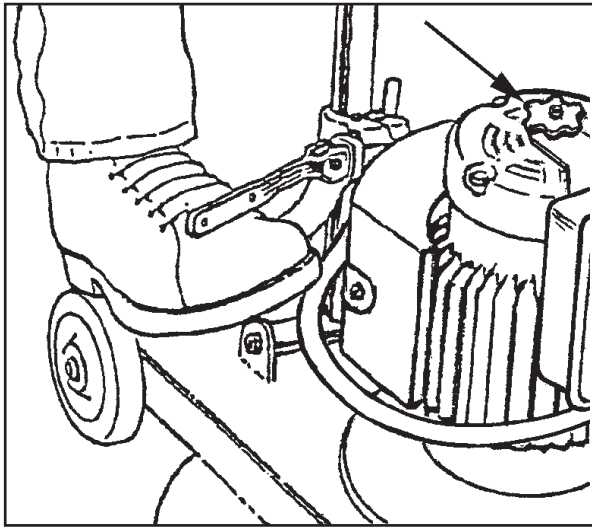

Figura 11
1. Afloje la perilla en la parte superior del motor (vea la figura 11) y gire la lámpara hasta la posición deseada.
4. Afloje y extraiga la perilla de montaje (vea la figura 11) que se encuentra en la parte superior del motor.